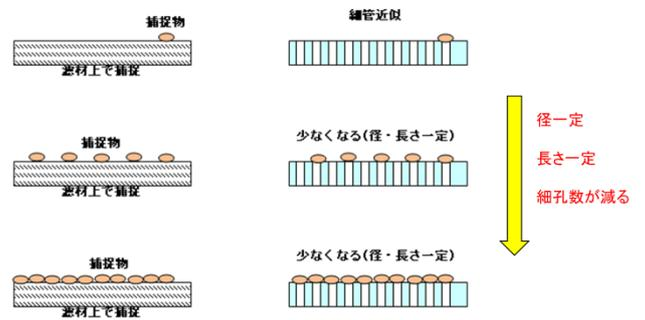

図3 完全閉塞濾過のモデルイメージ
- ③ 完全閉塞濾過：毛細管が塞がれ数が減少する(径、長さは一定) <図3>